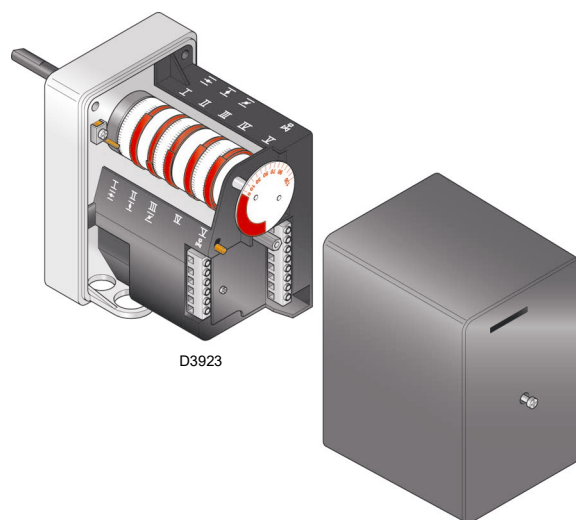

Fig. 29
O servomotor (Fig. 29) regula em simultâneo a válvula de ar pelo came de perfil variável, e a válvula borboleta do gás. O servomotor roda 130° em 42 segundos.
- 5s: Inicia o programa da caixa de controlo. Entra em funcionamento o servomotor: gira para a direita 130°, isto é, até que intervenha o contato da came I (Fig. 29 na pág. 26).
- 75s: O servomotor gira para a esquerda até o ângulo configurado na came III (Fig. 29 na pág. 26) para a potência MÍN.
- 95s: A comporta do ar e a borboleta do gás posicionam-se na potência MÍN. (com came III - Fig. 29 na pág. 26 - a 65°).